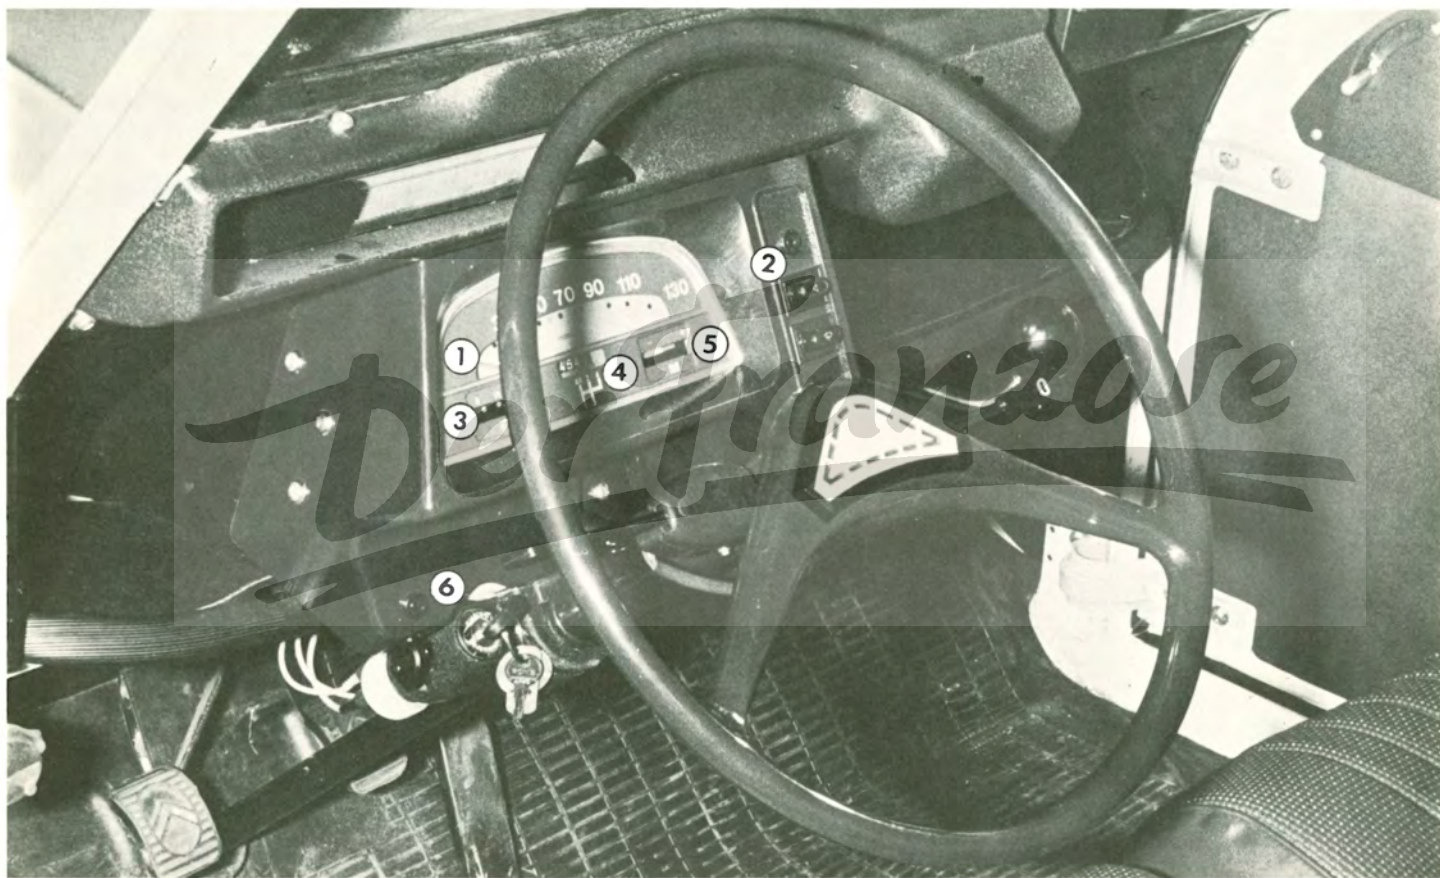

Abb. 7 – Fahrerstand
ACHTUNG: Bei den 77er Modellen (250 und 400) befindet sich die Kontrollleuchte für Fernlicht (blau) oberhalb der Warnlichtkontrollleuchte (6) (siehe Abb. 7) und rechts davon die Kontrollleuchte der Fahrtrichtungsanzeiger (grün).